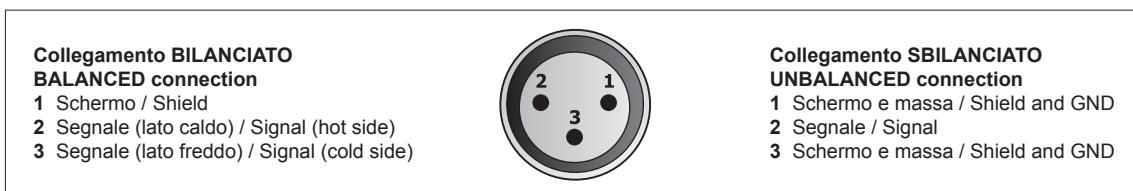

Fig. 3.2.1
Alle prese microfoniche è possibile collegare microfoni dinamici bilanciati o sbilanciati dotati di spina XLR: i collegamenti a queste prese sono riportati nella Fig. 3.2.1. Ogni ingresso microfonico dispone di un proprio controllo di livello per dosare opportunamente l'ampiezza dei vari segnali.
It is possible to connect dynamic balanced/unbalanced microphones with XLR plug to the microphone sockets: the connections to these sockets are shown in Figure 3.2.1. Each microphone input has its own level control for adjusting the amplitude of the various signals suitably.
Alla presa XLR **MIC.3 (17)** è possibile collegare microfoni di tipo dinamico e ad elettrete con alimentazione Phantom; i collegamenti a queste prese sono riportati nella Fig. 3.2.1. In alternativa al microfono, è possibile collegare alla presa **IN UNITS** una o più postazioni microfoniche preamplificate **MBT 1101**. Per il collegamento di questa postazione, è INDISPENSABILE utilizzare cavi schermati di tipo **STP CAT5.E**. La regolazione del livello d'uscita è disponibile al controllo frontale (2).
It is possible to connect a dynamic or electret microphone with a Phantom power supply to the **MIC.3** XLR socket (**17**). The connections to these sockets are shown in Fig. 3.2.1. As an alternative to a microphone, it is also possible to connect one or more **MBT 1101** pre-amplified microphone stations, enabling messages to be sent to one or more listening zones, to the **IN UNITS** socket. **It is ESSENTIAL to use shielded cables of the STP CAT5.E type for connecting this station.** The output level can be controlled from the front panel (2).
I collegamenti a queste prese sono riportati nella Fig. 3.2.1.
The connections to these sockets are shown in Figure 3.2.1. The output level can be controlled from the front panel (3).